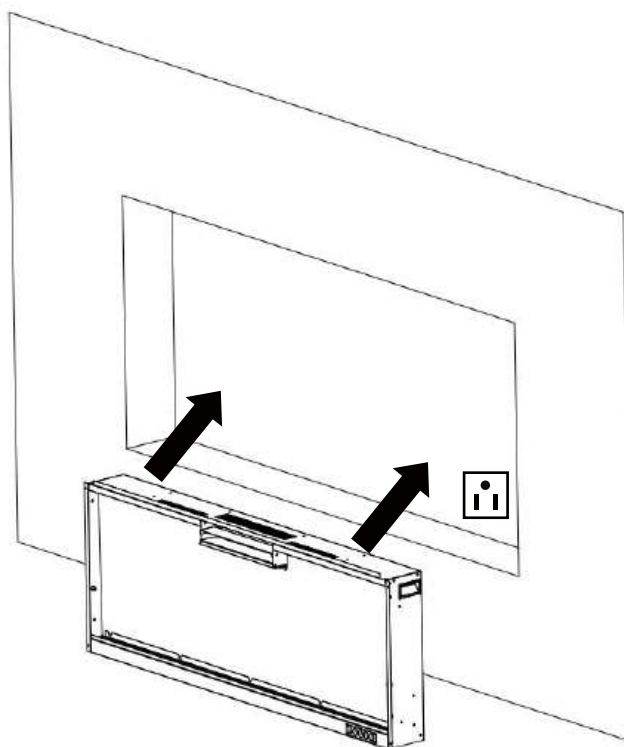
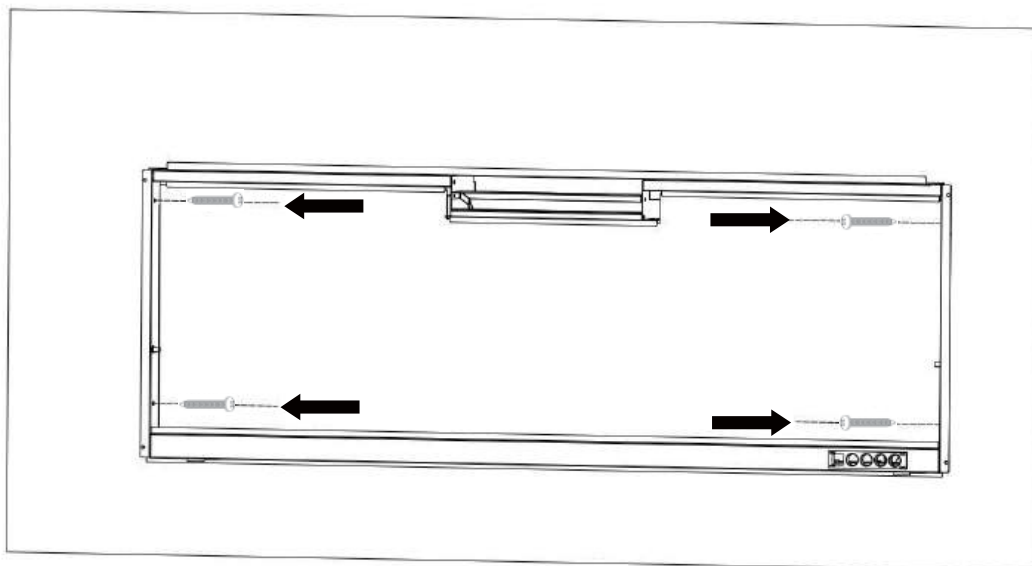

Fig. 2-3
Fig. 2-4
E. Poproś dwie dorosłe osoby, aby podniosły kominek i włożyły go do ramy wstępnej, a następnie zabezpieczyły go, instalując 4 wkręty do drewna (**B**) przez otwory (**rys. 2-3, rys. 2-4**).